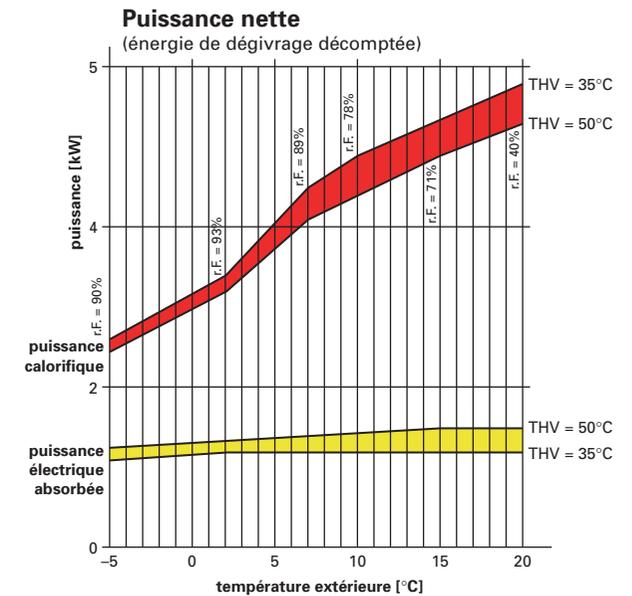

Fig. 15: Puissance calorifique d'une P à C air/eau en relation avec la température ext. (influence du dégivrage à remarquer entre 2 et 7 degrés !)
Les températures de la source de chaleur et le dégagement de chaleur sont - comme le montre l'exemple - non seulement déterminantes pour le facteur de rendement (voir 4.1), mais aussi pour la puissance calorifique effectivement livrable (fig. 15). Pour déterminer la puissance de la P à C il faut donc des connaissances précises sur la source de chaleur et sur le dégagement de chaleur.
- Fig. 15 source: documentation Saurer Thermodynamik, Arbon